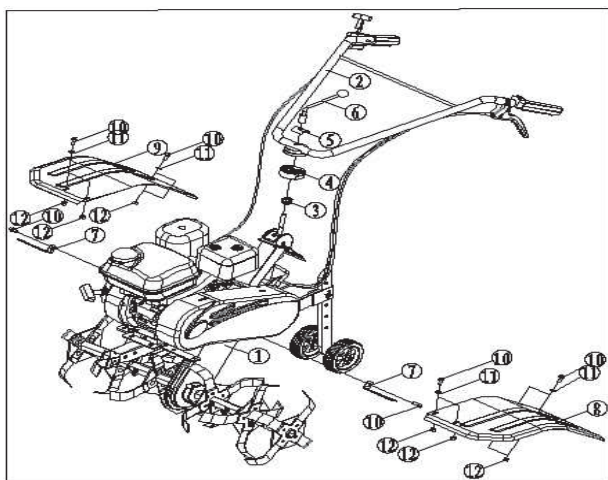

РИС.8
1. Для установки рукоятки ①, поместите пружину ③, нижний поддерживающий поворотный круг ④, SJ прокладку ⑤ и рычаг крепления ⑥ в порядке, как указано на рис. 8, а затем затяните эти компоненты при помощи рычага крепления рукоятки ⑥.
2. Закрепите посадочные кронштейны щитков ⑦ x 2 на корпусе культиватора с помощью фланцевых болтов M8x20 ⑩ x 2 и затяните.
3. Закрепите правый ⑧ и левый ⑨ щиток на корпусе культиватора ① при помощи фланцевых болтов M8x20 ⑩ x 8, \varnothing 8 плоских шайб x 8 и M10 самоконтрящих гаек x 8.